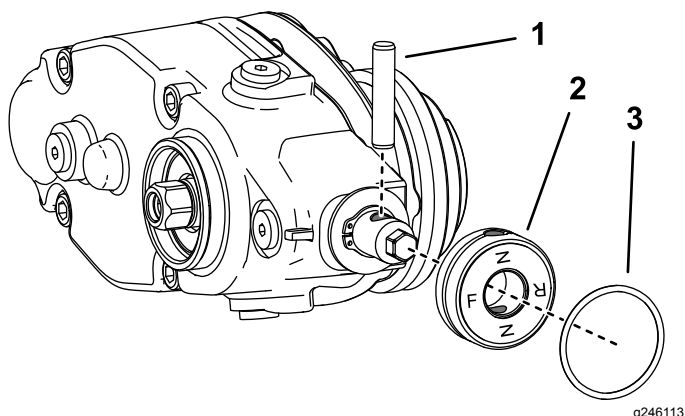

Figura 14
7. Si está instalando el groomer a la izquierda de la máquina, haga lo siguiente (Figura 14):